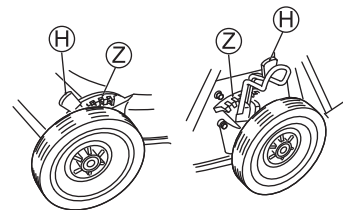

Fig. 21
2. Poussez le levier de réglage de la hauteur de coupe (H) vers le côté de la roue, afin de le séparer des dentures (Z). (Voir Figs. 21 et 22)